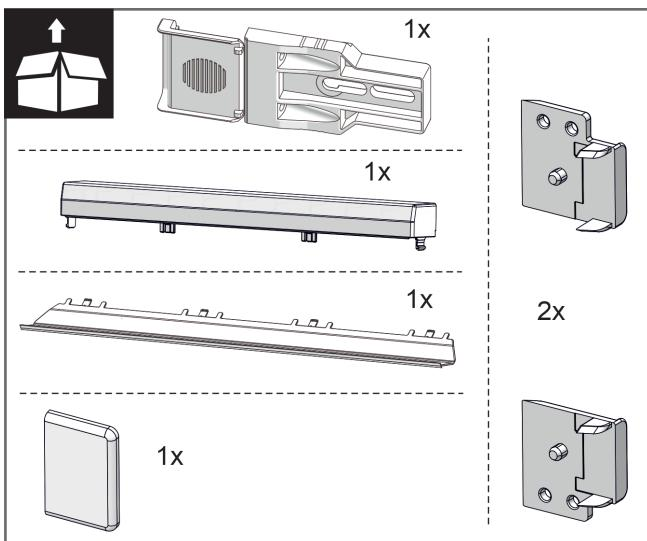
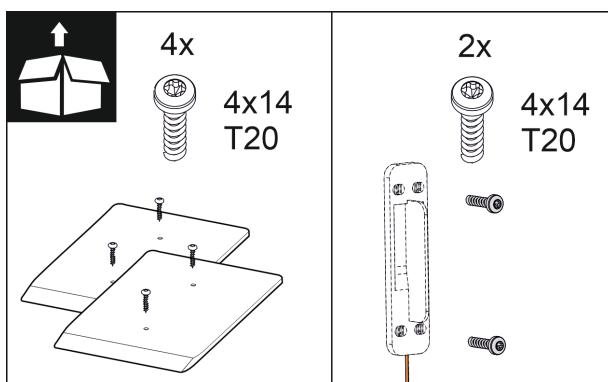

Fig. 10
Fig. 16
2. Проверка на монтажните части в приложния пакет. Fig. 10 () до Fig. 16 ()
Монтажни части в приложния пакет Fig. 10 () до Fig. 16 ()